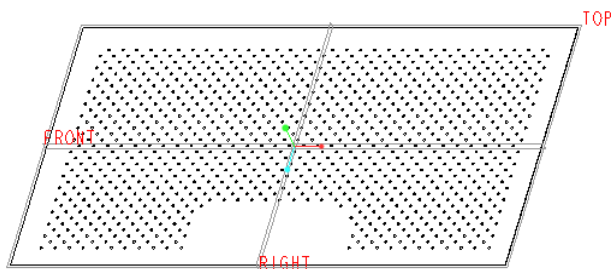

图 6-183 创建填充阵列特征
② 在平面壁上冲压出一个直径为 2 的小圆孔，接着在钣金件中创建填充阵列特征，效果如图 6-183 所示。